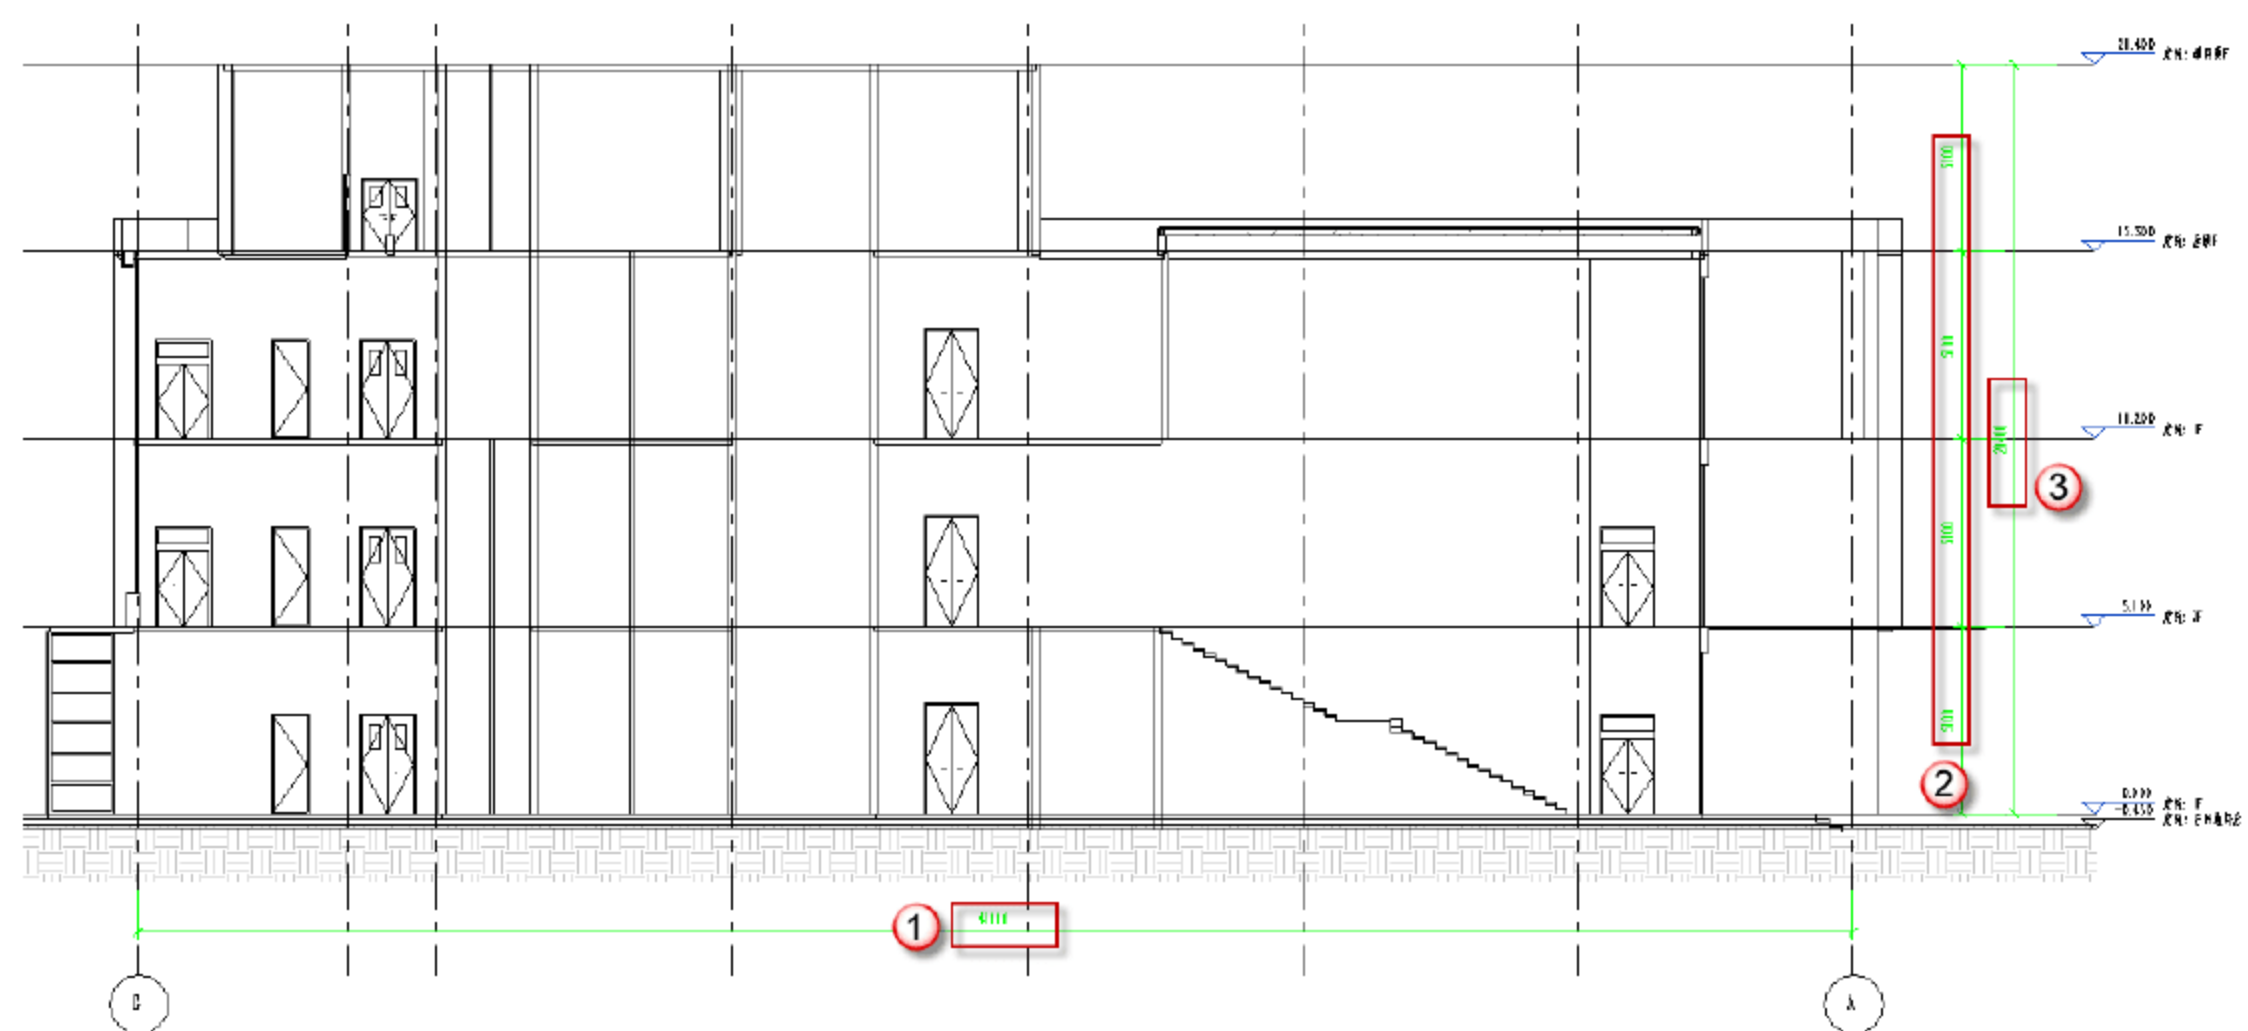

图 13.1.26 剖面尺寸标注
(5) 剖面尺寸标注。按快捷键 D+I，系统会自动调用上次操作的标注样式，移动视图到右侧，从下向上标注纵向的尺寸，然后对 G~A 轴的剖面总体尺寸进行标注，完成后如图 13.1.26 所示。